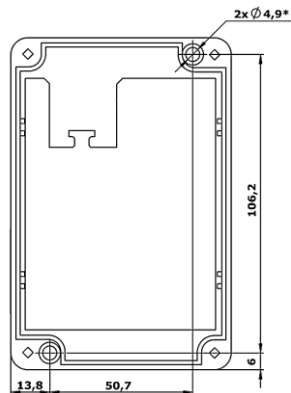

Рисунок 3.1 – Установчі розміри зовнішнього блоку модуля
- Установчі розміри зовнішнього блоку модуля наведені на Рис. 3.1.